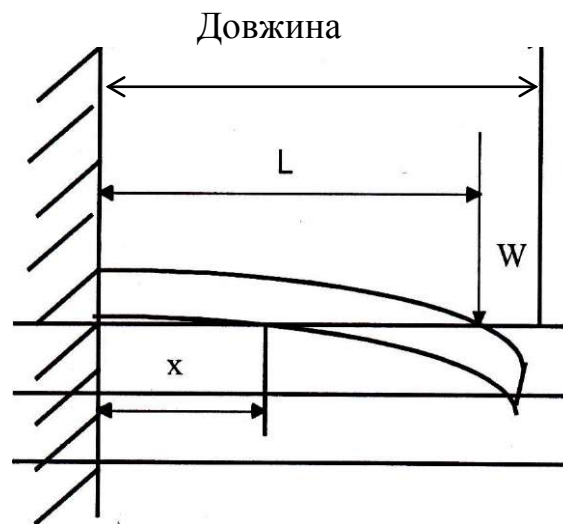

Рисунок 3.5 – Несна, закріплена одним кінцем, з навантаженням в одній точці
Для прикладу виконаємо розрахунок напруги і деформацій несної в конструкції EA, яка закріплена одним кінцем. Напруження (S) несної в то-чці x, яка закріплена одним кінцем і з навантаженням, що прикладене в од-ній точці (рис. 3.5), описується рівнянням: